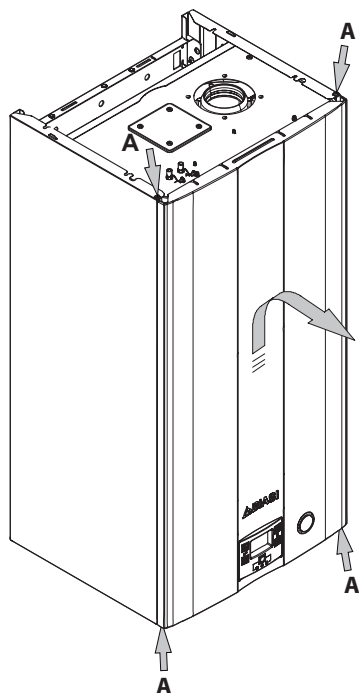

Figura 9.1
- Togliere le viti A. Rimuovere il pannello frontale tirandolo a sè Figura 9.1.